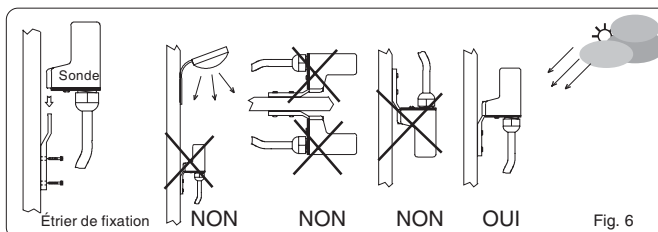

Fig. 6
- Fixer l'étrier au mur (fig. 6)